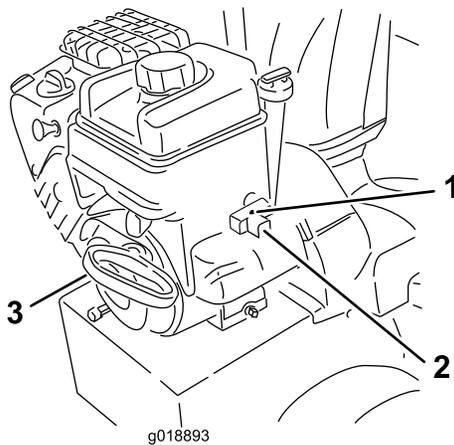

Figure 26
- Démarrez la machine en tirant sur le lanceur ou en appuyant sur le bouton du démarreur électrique (Figure 26).